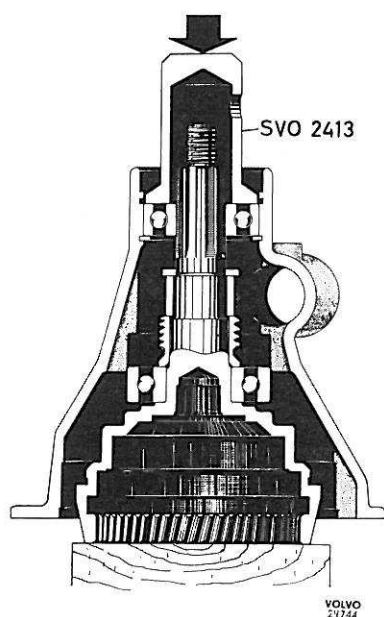

Fig. 19. Remontage de l'arbre de sortie
3. Poser l'arbre de sortie sur un support en bois. Monter le pignon de tachymètre (30), la douille d'écartement (29) et la rondelle de butée (24). Exercer une pression sur la moitié arrière du carter à l'aide de l'outil SVO 2413, voir Fig. 19. Poser le circlips du roulement arrière. Enfoncer en place la bague d'étanchéité (27) à l'aide de l'outil SVO 2422. Monter la bride d'accouplement (26) en se servant d'une douille convenable ou de l'outil-presse SVO 2421. Remonter la rondelle et l'écrou. Serrer et verrouiller l'écrou.